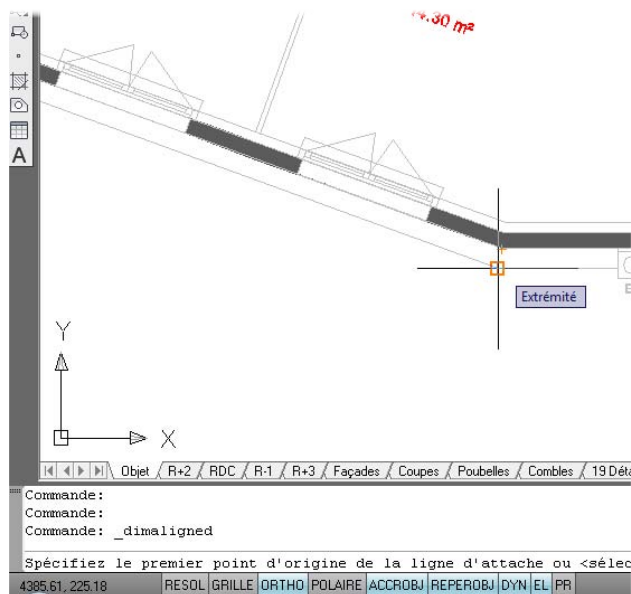

Figure 5.61
1. Après avoir sélectionné l'outil Cotation alignée, spécifiez le premier point d'attache (voir Figure 5.61).